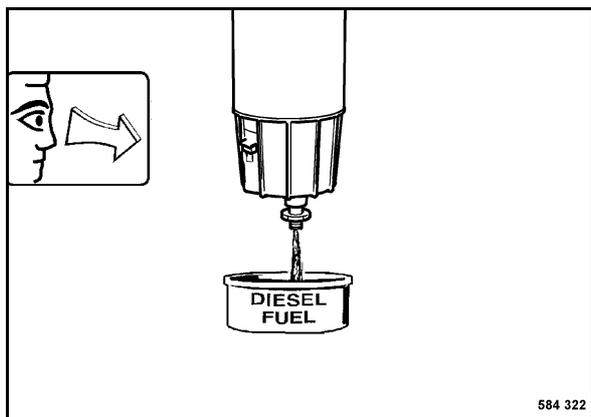

Fig. 144
- Allentare la vite di scarico (Fig. 144) di alcuni giri e raccogliere il carburante / l'acqua che fuoriescono.